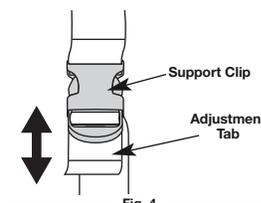

Fig. 4
2. Ajústela levantándola ligeramente en la parte posterior de la presilla inferior, empuje o tire del extremo suelto de la correa para adaptarla al tamaño y comodidad del operador. (Fig. 4).